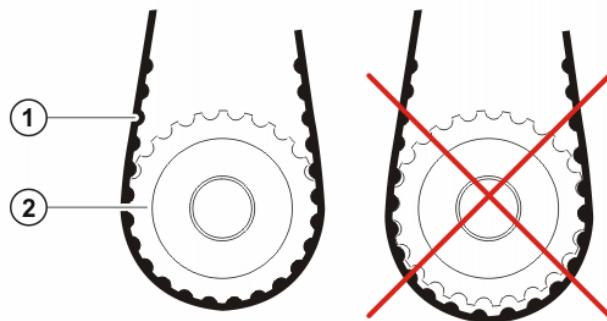

Abb. 9-5: Zahnriemen und Zahnriemenritzel
- Neuen Zahnriemen A3 einsetzen. Darauf achten, dass Zahnriemen und Zahnriemenritzel richtig ineinander greifen (>>> Abb. 9-5).